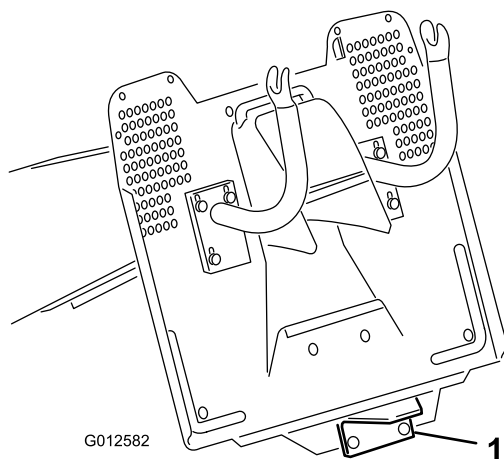

Figure 19
2. Attachez l'accessoire au crochet de remorquage situé sur la partie inférieure arrière de la machine (Figure 19).